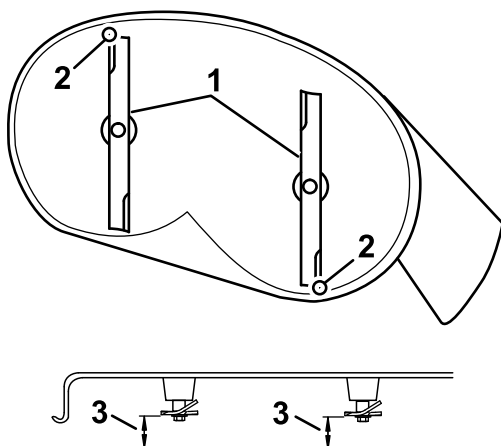
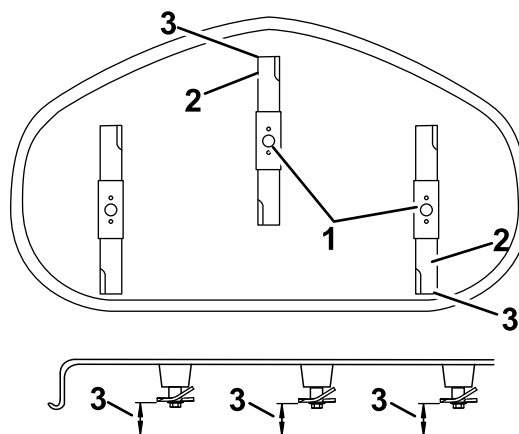

Figure 69
Figure 70
4. Faites pivoter les lames avec précaution pour faire passer les pointes avant à l'arrière (Figure 69).
5. Mesurez la distance entre la pointe de la lame avant et la pointe de la lame arrière par rapport à la surface plane (Figure 69 ou Figure 70).